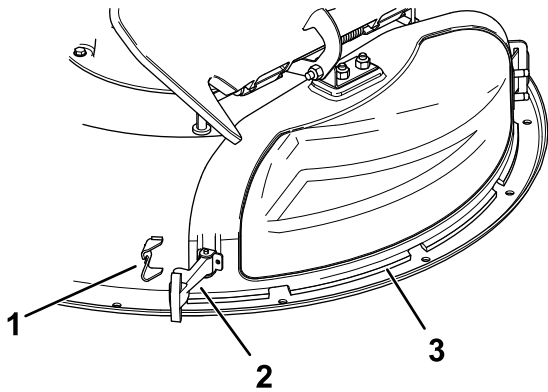

Figura 11
- Suelte el cierre flexible del retén de la tapa de descarga y gire la tapa de descarga hacia la derecha (Figura 11).
6. Sujete la tapa de descarga a la carcasa enganchando el cierre flexible de la tapa de descarga en el retén de la carcasa (Figura 11).